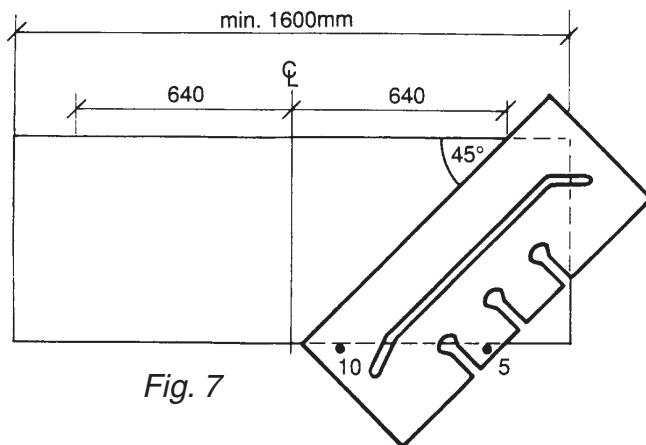

Fig. 7
1. Fraisez le plan de travail à longueur selon fig. 7.
4. Placez le gabarit sur le plan de travail selon fig. 7.
4. Placez le gabarit à l'envers comme fig. 7.